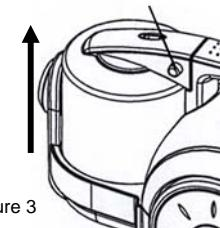

Figure 3
- Pour ouvrir le couvercle du sac à poussière, retirez le boyau flexible et appuyez sur son bouton de relâche du couvercle. (Fig. 3)